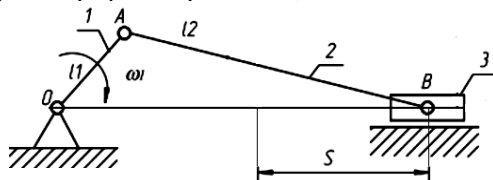

Рис.1. Функціональна схема кривошипно-повзунного механізму
1. Побудувати за допомогою блоків кривошипно-шатунний механізм (Рис.1), задавши потрібні співвідношення. Розміри – див.Табл.1.